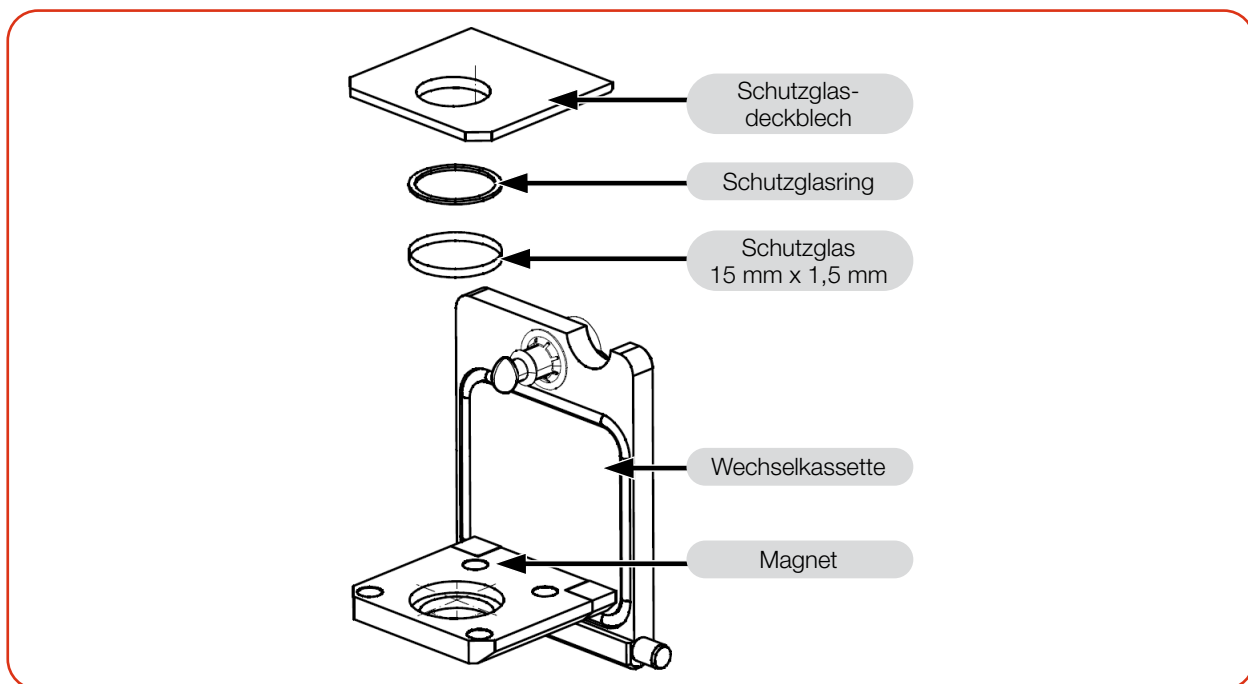

Abb. 14.2: Explosionsdarstellung Wechselkassette
4. Achten Sie beim Zusammenbau darauf, dass sich der Schutzglasring (siehe Abb. 14.2) im Deckblech befindet und das Deckblech seitlich bündig mit der Kassette abschließt.